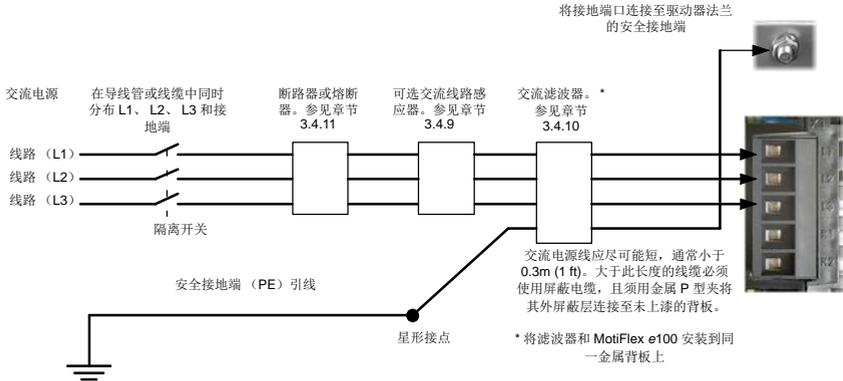

图 8: 三相电连接 - 1.5 A ~ 16 A 型
使电源与 L1、L2 和 L3 相连, 如图 8 所示。为了符合 CE, 交流电源和 MotiFlex e100 之间必须通过交流滤波器进行连接。如果地方法规未规定不同的规章条例, 至少应采用与 L1、L2 和 L3 接地相同规格的电缆。突出顶部和底部壳体法兰之外的双头螺栓可以用来接地 (PE)。
如果驱动器共享直流母线，则必须设置线路感应器。源驱动器熔断器（或断路器）和交流输入滤波器之间应通过感应器进行连接（见第 3-18 页图 8）。其它详情可参见章节 A.1.3。